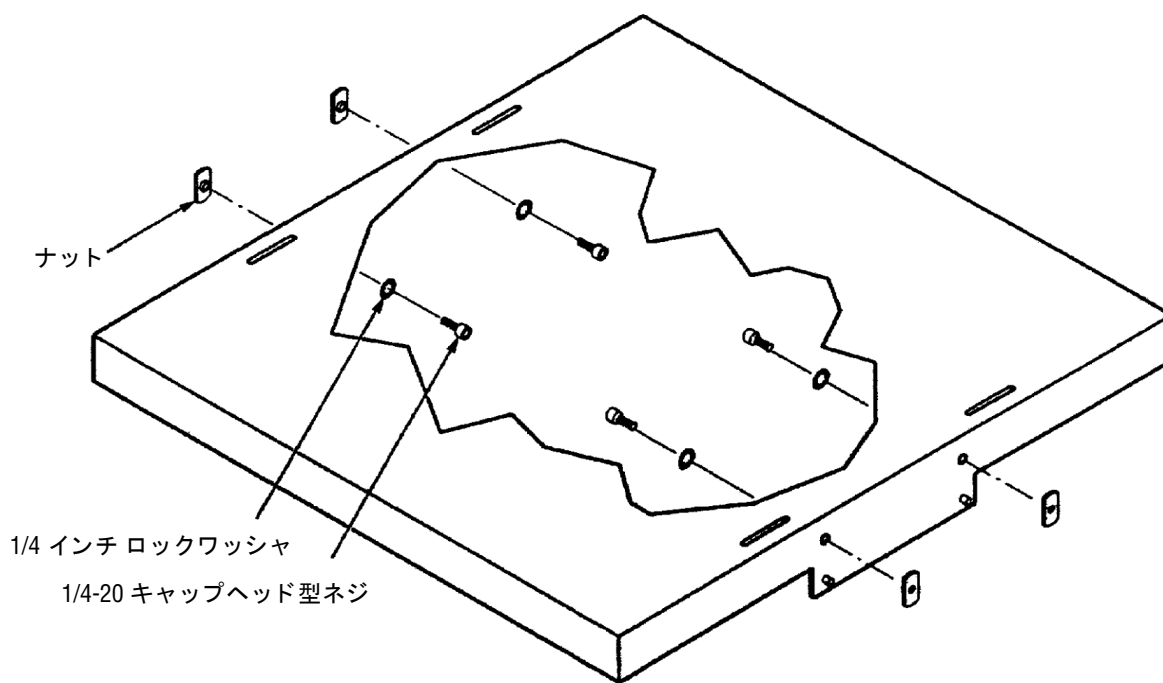

図 10: 天板の準備
1. 図 10 に示すように天板を準備し、天板の両側面の 4 つの穴に、キャップヘッド型ネジ、ロックワッシャ、ナットを図に示すように取り付けます。取り付けネジは固く締めずにゆるめにしておきます。ナットを 1 回転以上締めないでください。